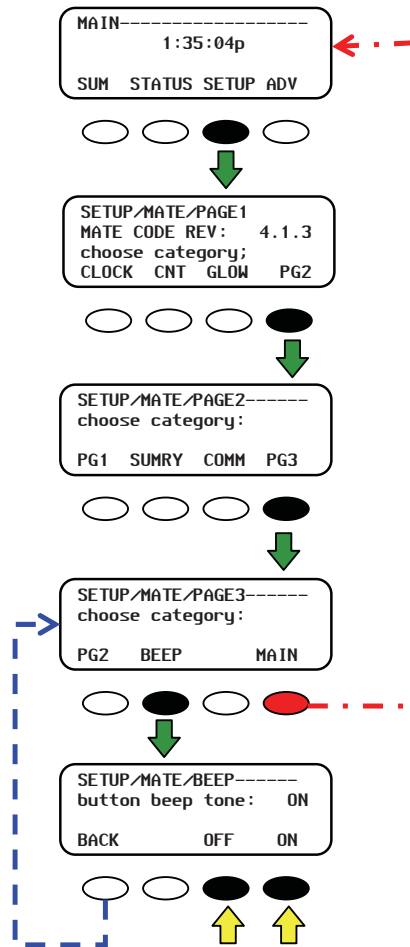

Рис. 23 Настройка функции ВЕЕР клавиатуры
- Настройку функции Keypad BEEP (Звукового сигнала клавиатуры). См. Рис. 23.